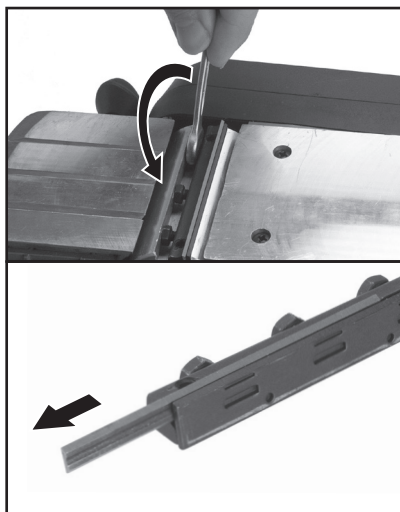

Abb. 8, Einsetzen und Entnahme der Hobelmesser beim Hobel EP 850
- Das Hobelmesser ist in einem Stützkeil gelagert, der in die Einkerbung in der Walze eingesetzt ist. Dieser Stützkeil mit Messer ist in der Walze mittels Gegendruck der Muttern der Schrauben an die gegenüberliegende Seite des Keils befestigt. Zur Lösung des Keils aus der Walze kommt es also durch größte Druckausübung auf die Schrauben beim Einschrauben in den Keil, siehe Abb. 8.
ENTNAHME DER MESSER (ABB. 8)